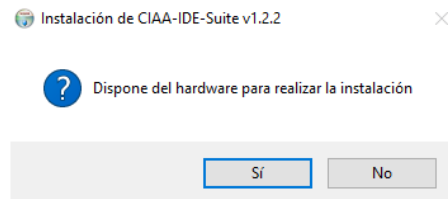

Figura 10: Instalación de los drivers: primera instancia.
- **Paso 5:** Luego de dicha configuración, se inicia automáticamente el proceso de instalación. En un momento aparecerá una ventana emergente, similar a la que se muestra en la Figura 10, en donde el programa pregunta si se dispone del hardware, pues para la instalación del driver es necesario conectar la placa.